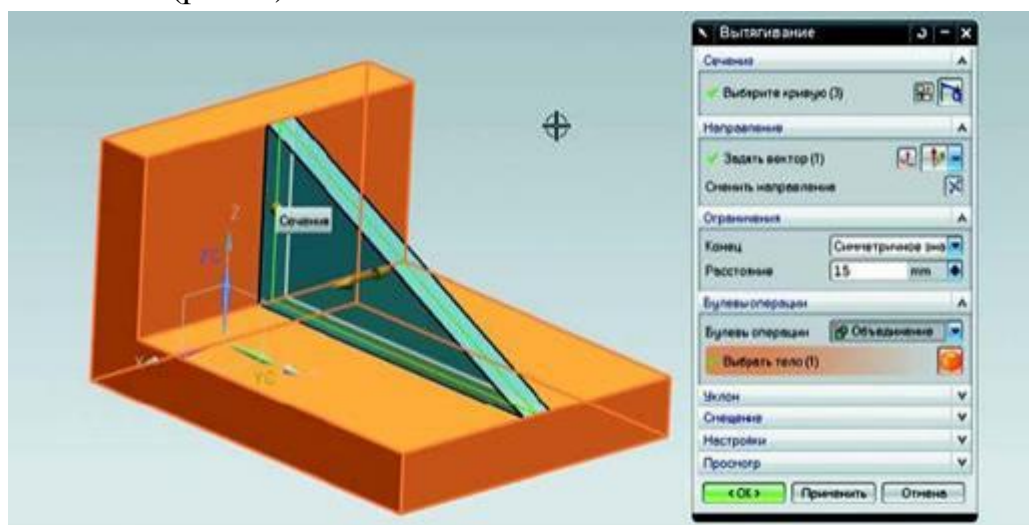

Рисунок 5. Добавление тела
- Задайте симметричное значение и в разделе Булевы операции убедитесь в том, что система выбрала операцию объединения, после чего завершите построение тела (рис. 5).